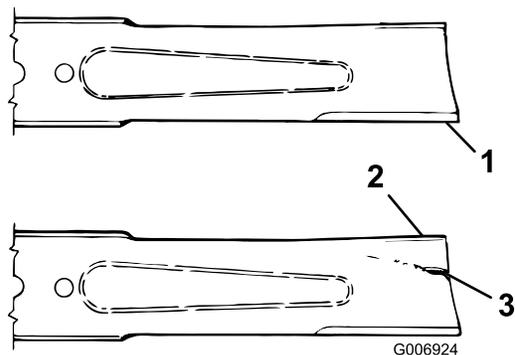

Figura 33
2. Controllate i taglienti (Figura 33). Se i taglienti non sono affilati o presentano intaccature, togliete le lame ed affilatele; vedere Affilatura delle lame.
3. Controllate le lame, in particolare l'area curva (Figura 33). In caso di danni, usura o scanalature nell'area (Figura 33), montate immediatamente una nuova lama.